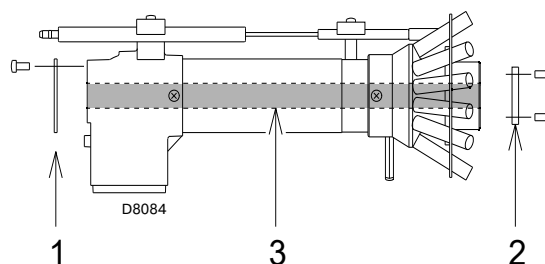

Рис. 19
- удалить внутреннюю трубу 3)(Рис. 19) и установить 1)-2 диски), поставляющиеся в комплекте.